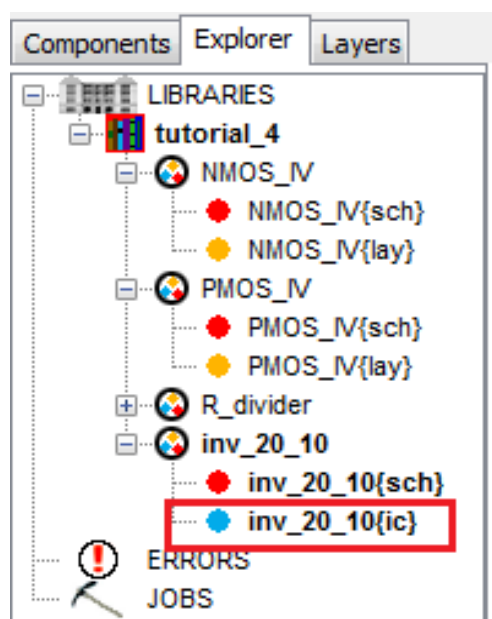

Рис. 3.9. Комірка із синьою міткою – комірка піктограми
*inv\_20\_10{ic}* (рис. 3.9). Це свідчить про те, що в групі комірок є піктограма, схемне позначення якої є еквівалентом однойменної комірки зі схемою.